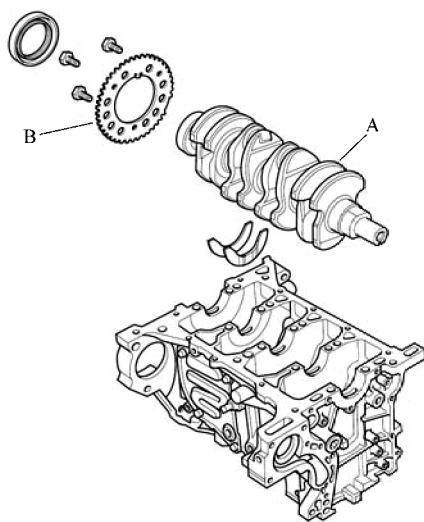

图 8-13 拆卸曲轴和 CKP 脉冲板
- 8) 将曲轴 A 从发动机中提出，小心不要损坏轴颈和 CKP 脉冲板 B，如图 8-13 所示。